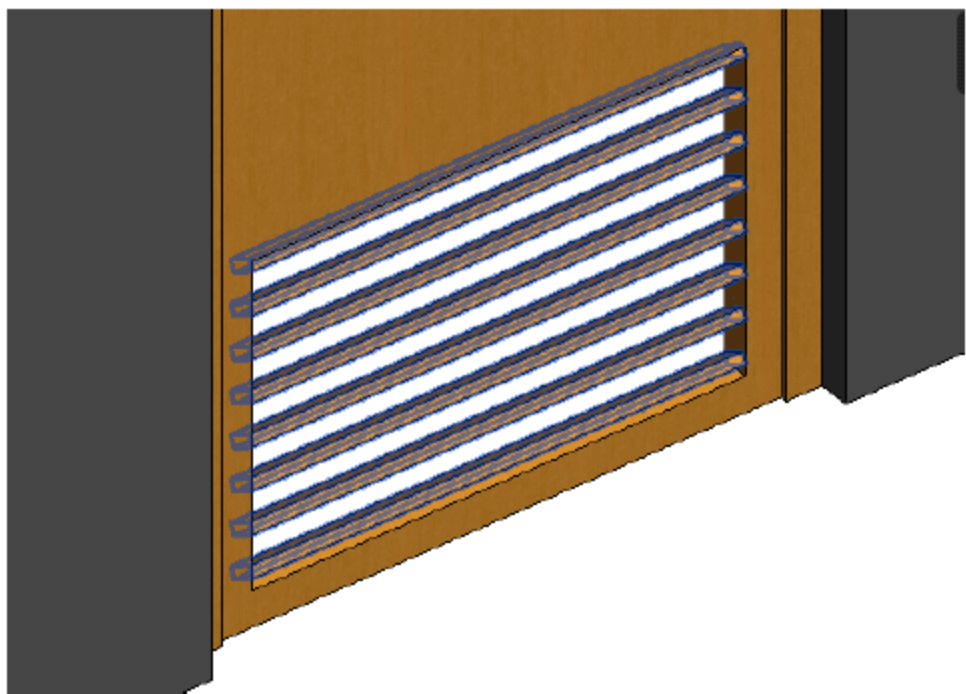

图 6.1.34 下部百叶窗 3D 图
(32) 编辑百叶窗材质。单击百叶窗棂,单击“属性”面板中“材质和装饰”栏“材质”右侧的“=”按钮,弹出“关联族参数”对话框,选择“门板材质”,单击“确定”按钮,如图6.1.33所示。3D效果如图6.1.34所示。